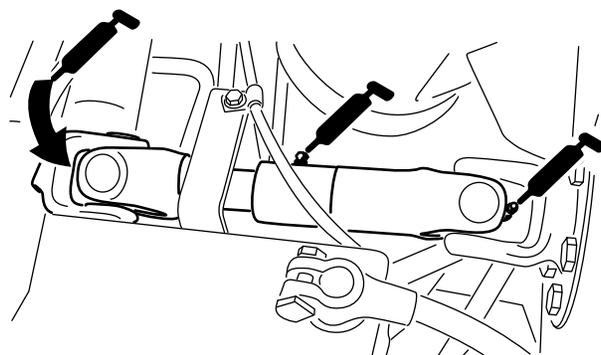

Figura 53
- Junta em U do veio de accionamento da bomba (3) (Figura 53)